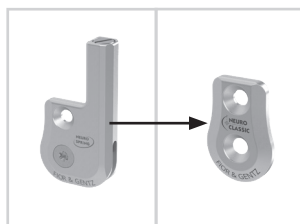

図25
- 2 適正なシステム幅の、**NEURO CLASSIC**システム関節のカバープレートを取り付けます(図25)。